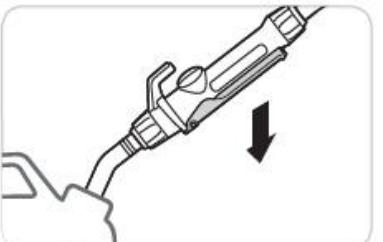

**Рисунок 9**
5. Установите переключатель в верхнее положение «ON» (ВКЛ.) (смотрите рисунок 9 ниже).